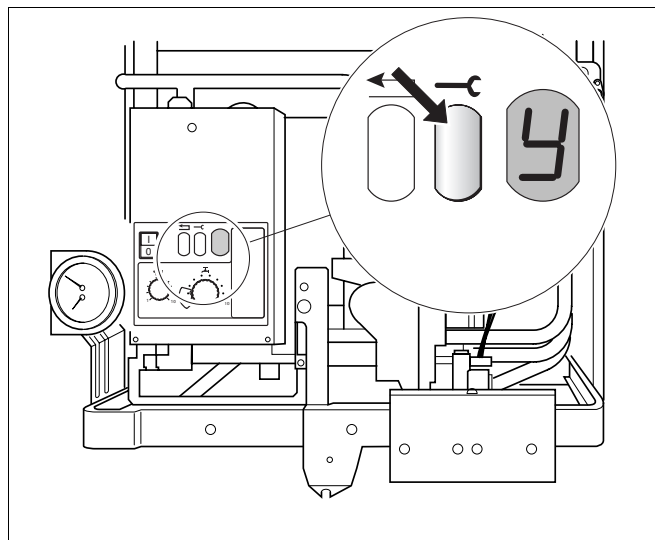

Fig. 30 Tasto di servizio
- Premere il tasto di servizio finché sul display non viene visualizzato "Y" (fig. 30).